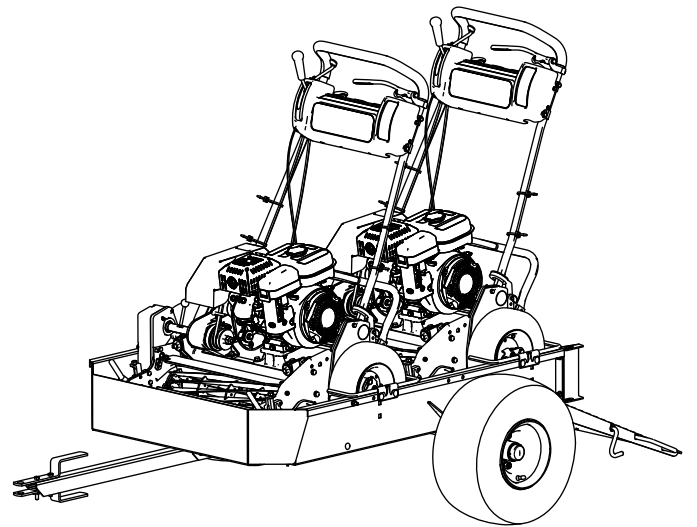

Figure 7
**Remarque:** Utilisez le premier jeu de tiges de roue comme butée pour la seconde machine (Figure 7).